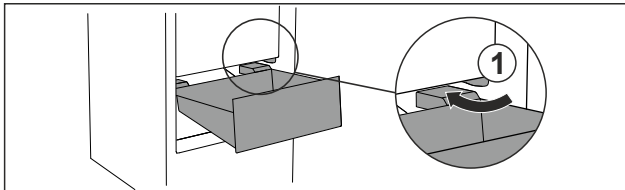

Fig. 31
- ▶ Обвести висувний ящик навскіс навколо стопора Fig. 31 (1).